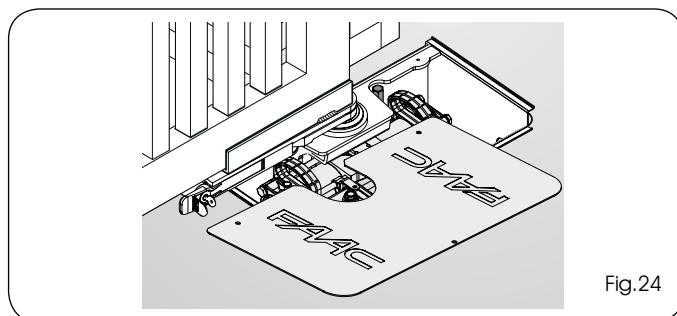

Fig.24
3) Fije la tapa de la caja portante con los tornillos suministrados en dotación (Fig.24;25).